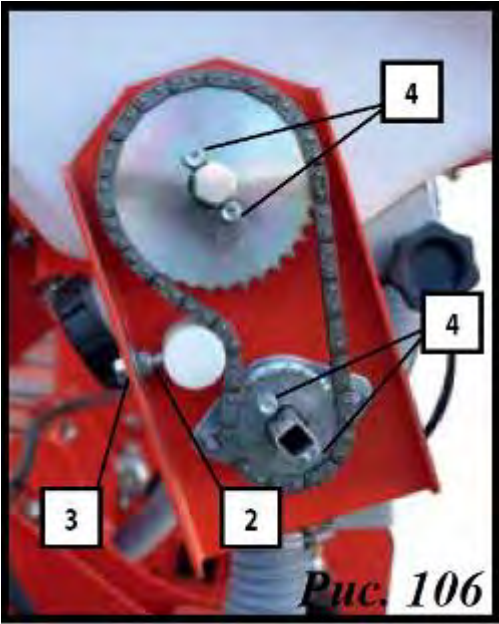

Рис. 106
- 2 - Для ослабления цепи гаечным ключом отвернуть гайку натяжного ролика (2, рис. 106), при этом поддерживать болт натяжного ролика (3, рис. 106) другим ключом (рис. 107).
- 3 - Достать болты с шестигранным шлицем из креплений зубчатых колес (4, рис. 106).
- 5 - Закрепить зубчатые колеса болтами (4, рис. 106).